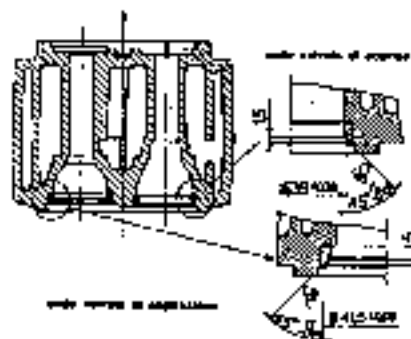

Fig. 6 - Sedi valvole montate nella testa motore
- fresare le sedi rispettando le quote in fig. 6.
- Queste operazioni si possono eseguire solamente sui motori riportati in tabella pag. 16. Le teste già provviste di sedi riportate devono avere le dimensioni indicate in fig. 6.